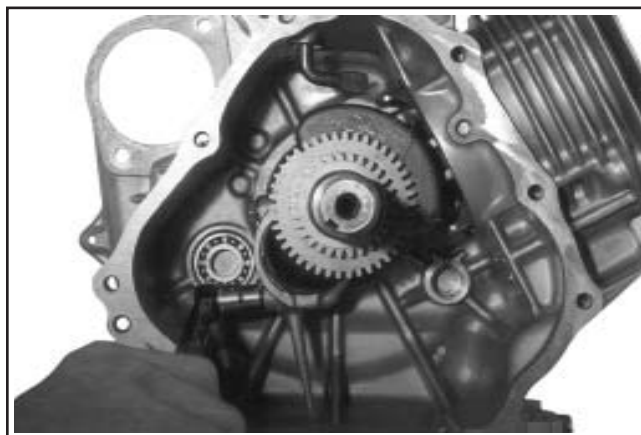

Figure 11-14. Position de capuchon de bielle/godet.
6. Installer le capuchon de bielle à la bielle avec le godet en bas et avec les marques de montage alignées. Voir la figure 11-14. Serrer par étape selon un couple de :